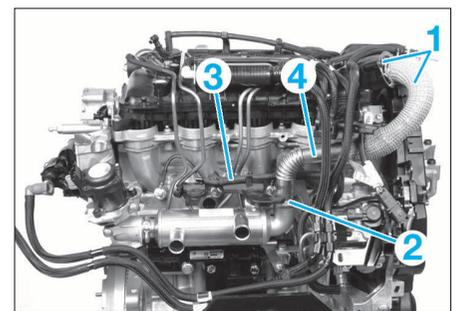

FIG. 22
- les 2 vis (1) (Fig.22).
- le support (3) (Fig.22).